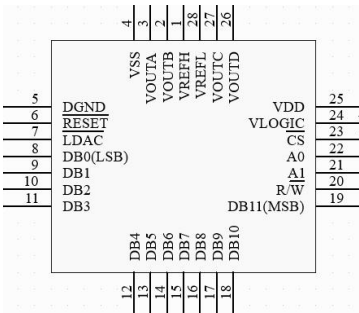

图 1
- 1、在原理图库文件 20240510.SchLib 中，根据图 1 给出的元件示意图绘制原理图库元件，要求元器件管脚序号与图 1 标注的保持一致，命名为 DAC8412，并在抄画原理图中调用；